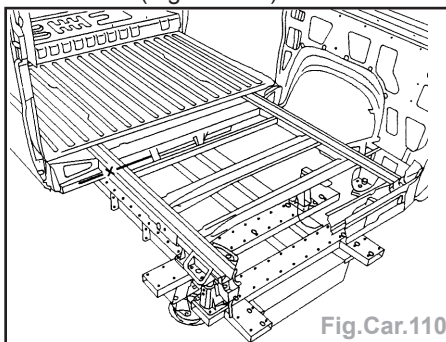

Fig.Car.110
- Longeron : Tracer puis découper à l'aide d'une scie (Fig.Car.110).